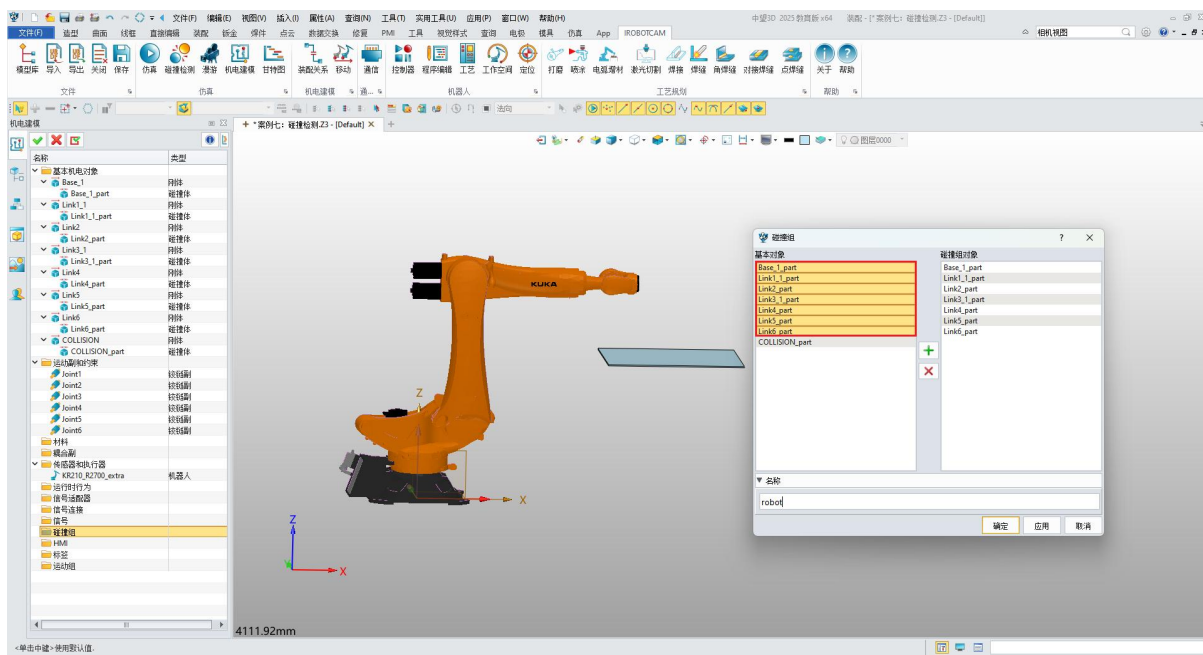

图 11-10: 机器人碰撞组
- ◇ 调整 X、Y 和 Z 轴以将六面体移动到大致所需位置。(图 11-10)